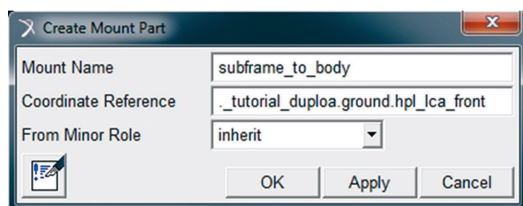
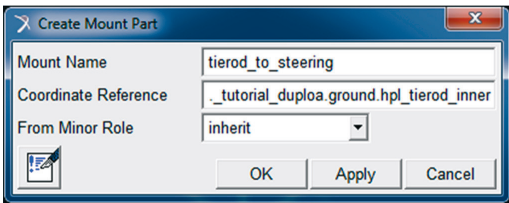

Figura 5.109 – Preenchimento da caixa de diálogo relativa à criação do Mount “subframe\_to\_body”.
Figura 5.110 – Preenchimento da caixa de diálogo relativa à criação do Mount “tierod\_to\_steering”.
- Utilize o preenchimento apresentado na Figura 5.109 para o Mount “subframe\_to\_body” e o preenchimento dado na Figura 5.110 para o Mount “tierod\_to\_steering”.
- Ao finalizar o preenchimento da caixa de diálogo, ilustrada na Figura 5.109, clique em *Apply*.
- Ao finalizar o preenchimento da caixa de diálogo, ilustrada na Figura 5.110, clique em OK.